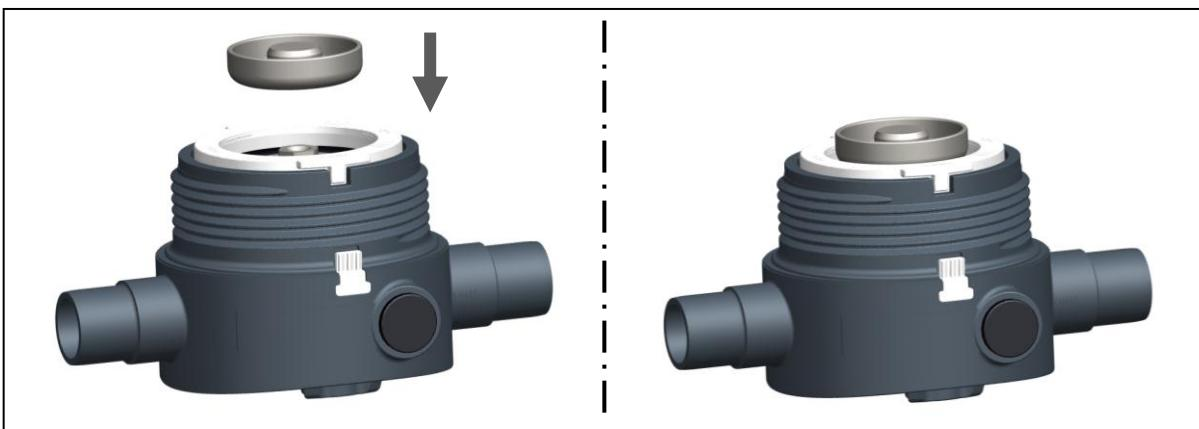

Fig. 14
- Colocar la pieza de compresión sobre el cartucho, ver la fig. 14.